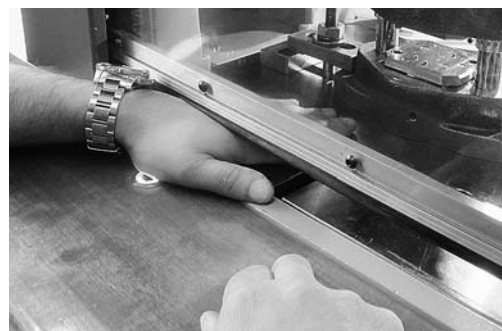

Fig. 5: schermo di protezione mobile con barra sensibile. Protegge mani e dita dallo schiacciamento.
- ☐ schermo mobile interbloccato senza ritenuta (fig. 5)